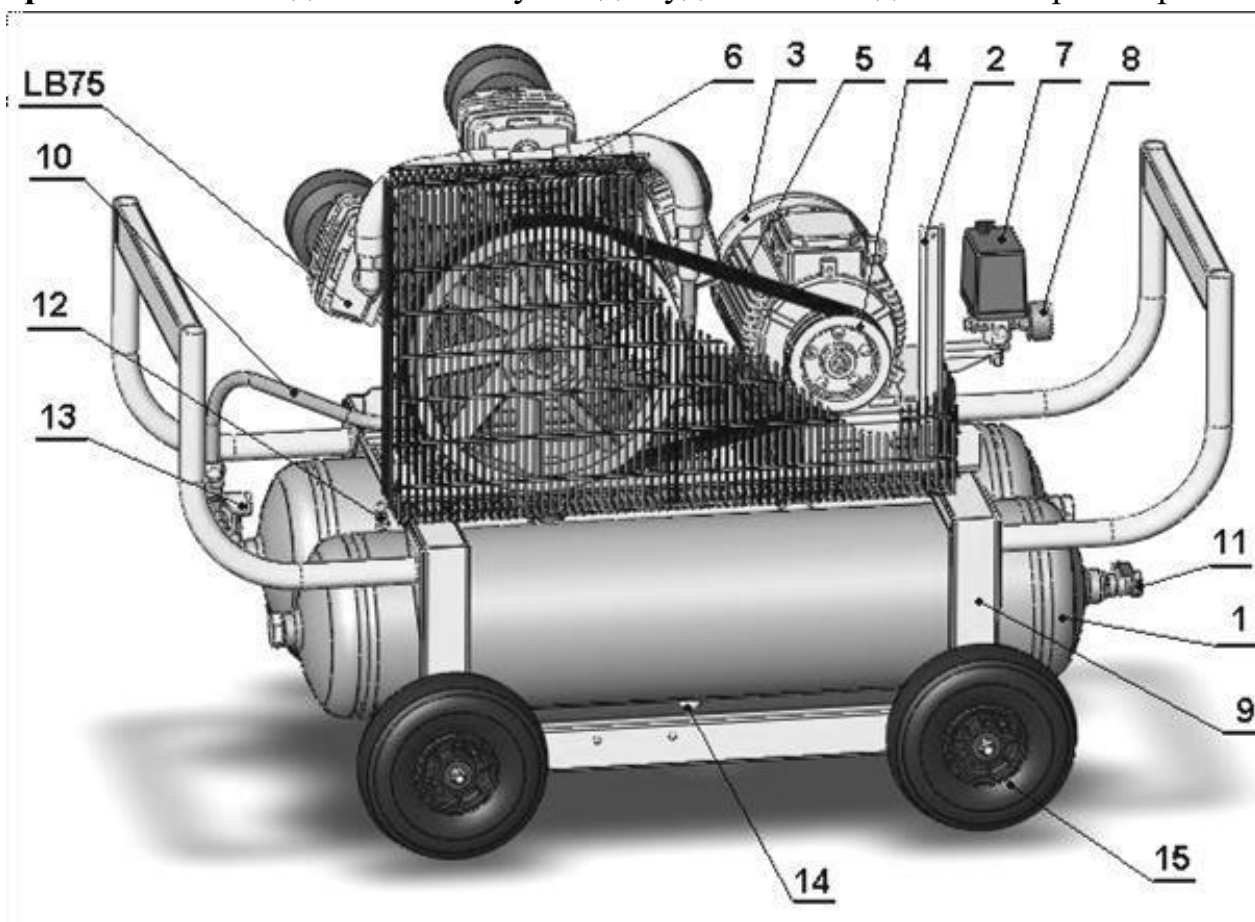

Рисунок 1 – Общий вид компрессора СБ4/С-90.LB75
5.1 Компрессор (рисунок 1) состоит из следующих основных сборочных единиц и деталей: блока поршневого **LB75**, ресиверов 1, платформы 2, электродвигателя 3 со шкивом 4, клиновых ремней 5, защитного ограждения 6, телепрессостата 7, манометра 8, рамы 9, нагнетательного воздухопровода 10, кранов выпускных 11, клапана предохранительного 12, клапана-разделителя 13, кранов слива конденсата 14, колес 15.